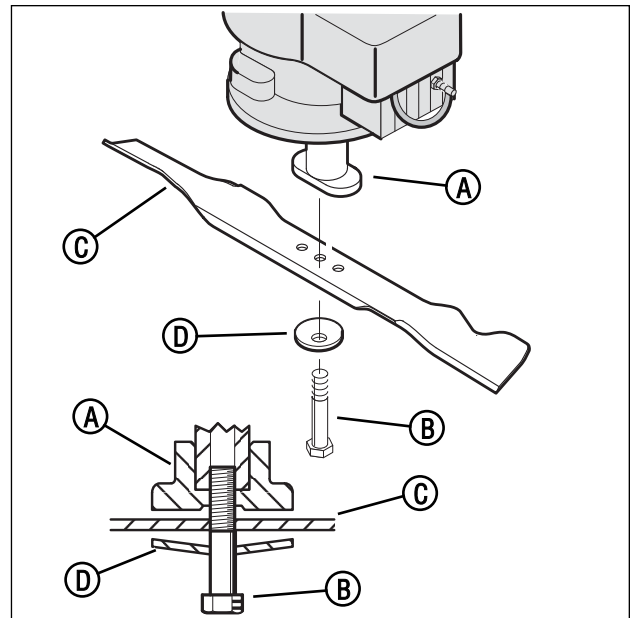

Figura 20: rimozione della lama
Controllare frequentemente i bulloni che trattengono la lama. Mantenere i bulloni stretti. Se la lama colpisce un oggetto, arrestare il motore. Scollegare il filo dalla candela. Controllare che l'adattatore della lama (A, Figura 20) non abbia riportato danni. Controllare che la lama non dia deformata o danneggiata, oppure eccessivamente usurata o altrimenti non in buono stato. Prima di utilizzare l'unità, sostituire le parti danneggiate con ricambi di fabbrica. Per maggiore sicurezza, sostituire la lama ogni due anni. Mantenere la lama affilata. Una lama poco affilata fa sì che le estremità dei fili d'erba cambino colore, diventando marroni. Rimuovere the lama come descritto di seguito.
4. Rimuovere il bullone (B, Figura 20) di fissaggio della lama con una chiave da 9/16" (14 mm).
5. Controllare la lama (C) secondo le istruzioni di "Manutenzione della lama". Se molto usurata o gravemente danneggiata, sostituire la lama con un ricambio di fabbrica.
7. Fissare la lama con la rondella (D) ed il dado originali. Verificare che il bordo esterno della rondella Belleville sia rivolto verso la lama.